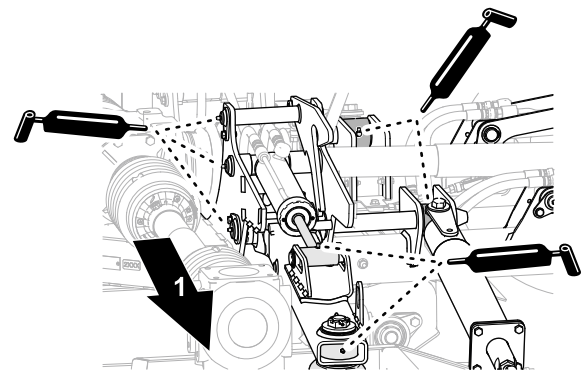

Figura 52
- Aplique la grasa especificada en los brazos de elevación, los cilindros hidráulicos y los tirantes de impactos de las carcasas izquierda y derecha del cortacésped (Figura 52).